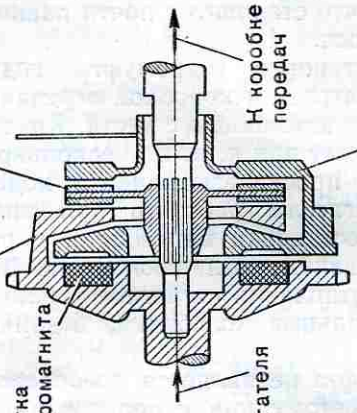

Рис. 32. Автоматические сцепления
**Центробежное сцепление.** Принцип действия центробежного сцепления основан на том, что при определенном числе оборотов маховика установленные на нем грузы под действием центробежных сил расходятся, прижимают фрикционные накладки к ведомому барабану и увлекают его за собой вместе с ведущим валом коробки передач. Включение и выключение сцепления (рис. 32) происходят автоматически в результате нажатия и отпускания педали управления дроссельной заслонкой. Как только число оборотов коленчатого вала увеличивается до 800 в минуту, фрикционные накладки грузов, связанных с маховиком, соприкасаются с ведомым барабаном, в результате чего сцепление автоматически включается. Наоборот, при понижении числа оборотов ниже указанной величины оно
**Электромагнитное сцепление.** Схема такого сцепления показана на рис. 32. Обмотка электромагнита, который расположен в маховике, присоединена к щеткам генератора, приводимого в действие коленчатым валом двигателя. Нажимая на педаль управления дроссельной заслонкой, водитель увеличивает числа оборотов коленчатого вала и якоря генератора. При определенном числе оборотов якоря сила тока и созданное им магнитное поле увеличиваются настолько, что сердечник притягивает к себе подвижный диск, который сжимает диски сцепления с силой, достаточной для передачи максимального крутящего момента двигателя. Таким образом происходит автоматическое включение сцепления. Для выключения сцепления достаточно отпустить педаль управления дроссельной заслонкой. При переключении передач водитель выключает обмотку электромагнита с помощью выключателя, расположенного на рычаге переключения передач.